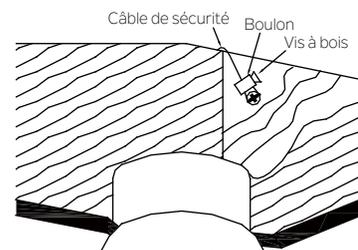

Fig. 12
Étape 2. Insérer le câble de sécurité à travers le support de montage et l'un des trous dans la boîte à prises dans le plafond. Ajustez la longueur du câble de sécurité pour atteindre la vis et les rondelles en tirant l'excès de câble à travers le serre-câble jusqu'à ce que la longueur totale soit correcte. Placez l'embout du câble à travers le serre-câble en formant une boucle à l'extrémité du câble. Bien serrer le serre-câble. Mettre maintenant la boucle à l'extrémité du câble de sécurité au-dessus de la vis à bois et sous la rondelle. Bien serrer la vis à bois. (Fig. 12)